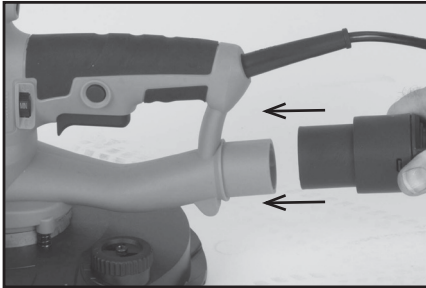

Fig. 9
- Connectez le tuyau d'aspiration des poussières à la machine en le poussant sur l'orifice d'aspiration des poussières de la machine. (Fig. 9)